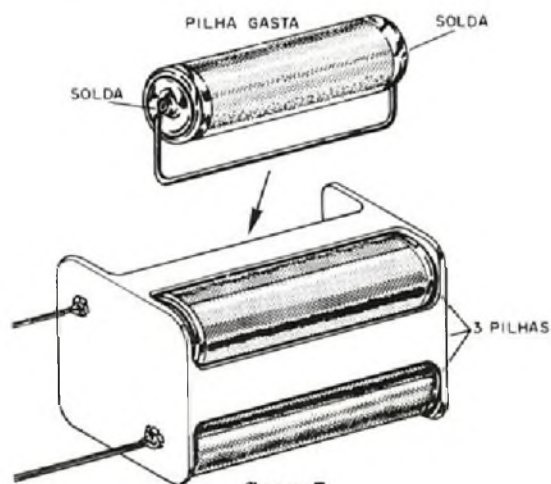

figura 7
h) A fonte de alimentação básica é formada por 4 pilhas pequenas, dando-se preferência ao uso de suporte chato para facilitar sua colocação no fundo da caixa, sob a placa de circuito impresso. Outro tipo de fonte de alimentação consiste no uso de apenas 3 pilhas, caso em que teremos uma tensão de 4,5 V e o diodo D1 não mais precisa ser usado. Para a colocação das 3 pilhas existem duas opções: a utilização de um suporte de apenas 3 pilhas, também chato, para montagem sob a placa ou então a utilização de um suporte de 4 pilhas com a neutralização de uma delas conforme sugere a figura 7. Esta pilha gasta funciona apenas como um condutor "fechando" o circuito.